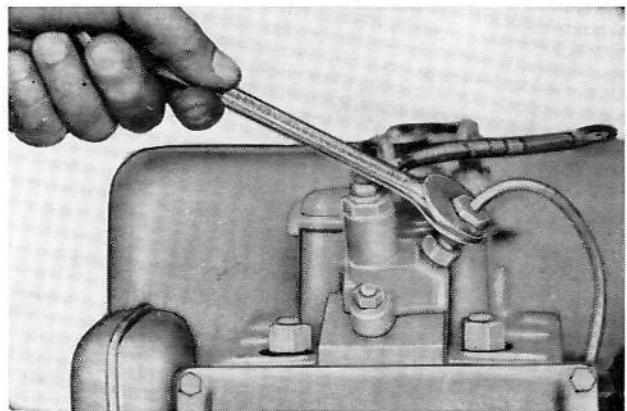

Fig. 85
- Purger l'air de la tubulure de refoulement, desserant le raccord de l'injecteur et en faisant tourner alternativement le volant entre le PMH et le point de début du pompage (fig. 77) en phase de compression, jusqu'à ce que le combustible déborde (fig. 85).